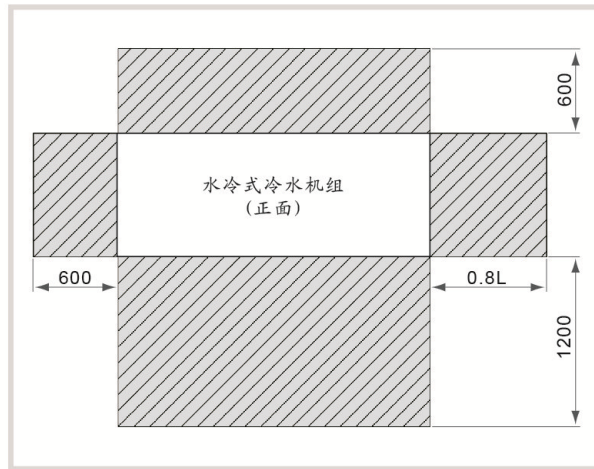

图 3-1: 安装场所示意图
- 5) 便于保养检修的场所,请保留图 3-1 所示的服务空间,图中 L 为机组长度,请参考冷水机组目录,对于预留冷凝器清洗空间 0.8 L,请考虑左右空间。